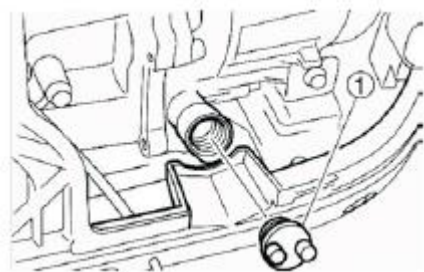

Рис. 2
Зніміть кришку оливозаливної горловини (1) (див. рис. 2)